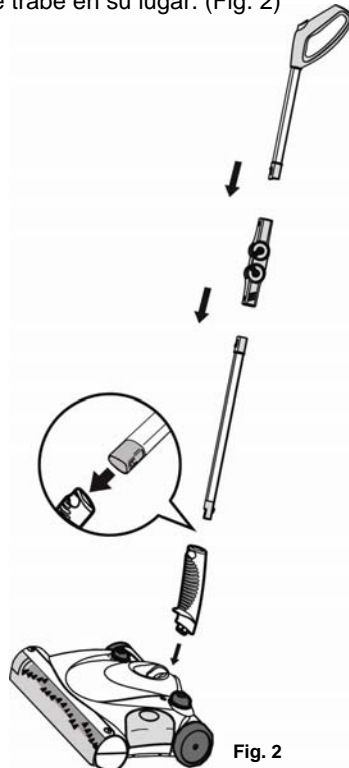

Fig. 2
2. Arme el mango insertando el tubo de extensión del mango inferior dentro del mango inferior. Empújelo hasta que se trabe en su lugar. Luego, coloque el pivote plástico de plegado sobre el tubo de extensión del mango inferior y empújelo hasta que se trabe en su lugar. Finalmente, inserte el mango superior dentro del pivote de plegado hasta que se trabe en su lugar. (Fig. 2)